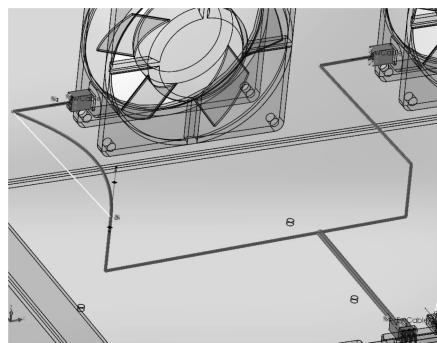

图 1-18 编辑布线
**步骤25 编辑布线** 使用 Ctrl + Tab 返回主装配体。退出草图，右击线束【H1.2】合并部分，并单击【编辑线束】。选择两个合体，添加【相切关系】，如图 1-18 所示。退出草图，确认调整。